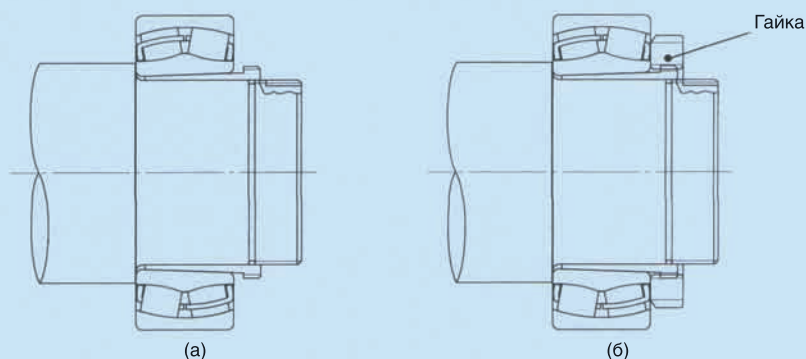

Рис. 7.5 Способ с применением гайки
7.2.3 Способ с применением гайки (рис. 7.5)